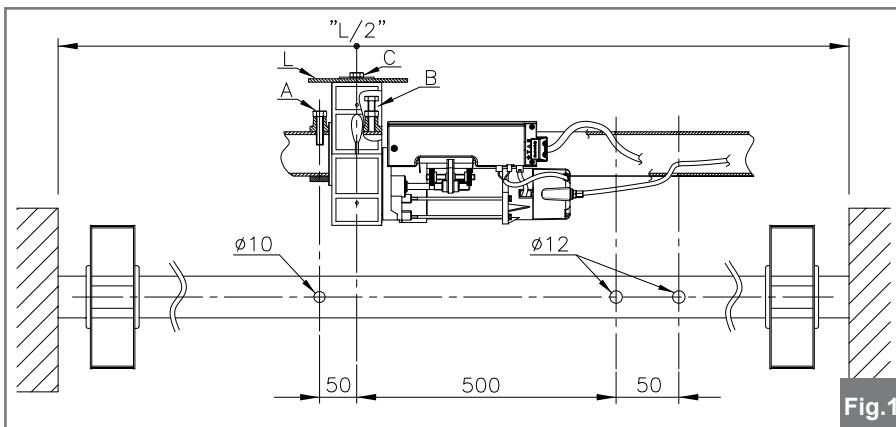
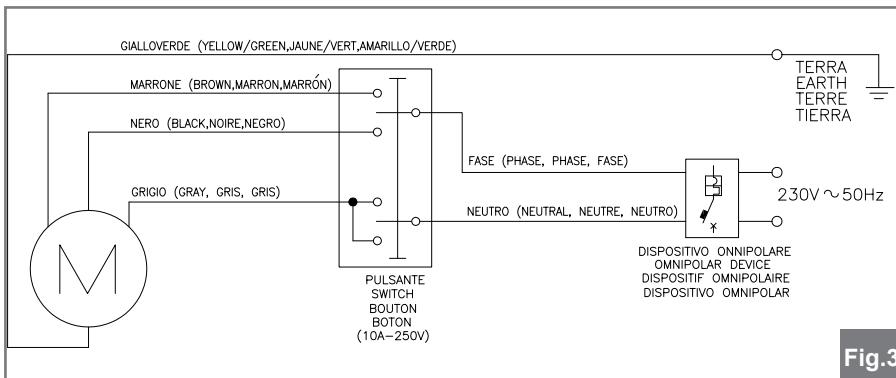
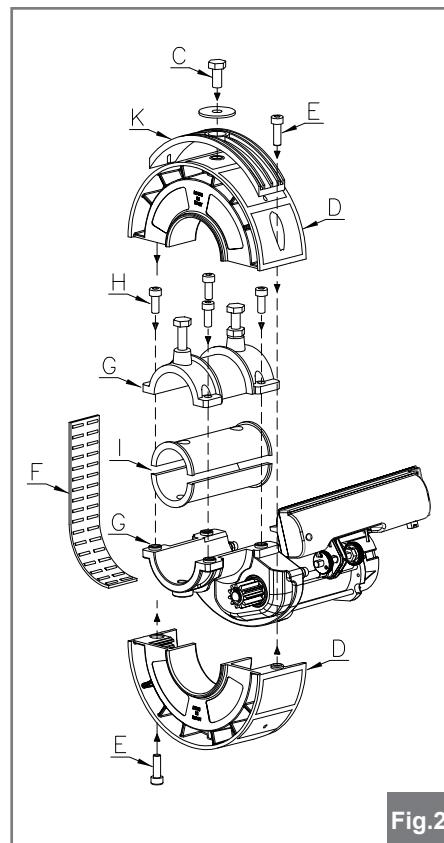

Fig.1
Fig.3
Fig.2
- 5) Enlever délicatement la bande en plastique avec roulements (F), en faisant très attention à éviter les pliages qui causeraient l'écoulement des roulements.
- 6) Séparer les deux éléments du motoréducteur en dévissant les quatre vis M8 (H).
- 7) Dans le cas où l'arbre du rideau est inférieur à 60mm tirer profit des appropriés manchons de réduction Ø33 / Ø42 / Ø48 (I) en leur donnant une position en rapport au trou d'un diamètre de 10mm effectué auparavant (Fig.1).
- 8) Accoupler sur le tube du rideau le corps inférieur avec le corps supérieur par les quatre vis M8 (H) enlevées précédemment.
- 9) Visser la vis M10 (A) privée de l'écrou hexagonal et la faire pénétrer à l'intérieur de la fibre du rideau dans le trou de 10mm (Fig.1).
- 10) Visser la vis M10 avec l'écrou (B) de manière à bloquer le motoréducteur sur l'arbre et serrer le susdit écrou.
- 11) Appliquer dans la plate appropriée la bande in plastic avec roulements (F).
- 12) Appliquer les demi couronnes (D) avec les deux vis M8. En présence de boîtes à ressorts diamètre 220 mm il est nécessaire de monter les adaptateurs (K) (voir figure 2).
- 13) Effectuer un trou de 12mm dans le dernier élément du rideau (L), en correspondance du trou passementé M10 déjà existant dans la couronne du moteur.
- 14) Fixer le dernier élément du rideau sur le moteur avec la vise M10 (C) et la rondelle (Fig.1).
- 15) Faire les connexions électriques comme indiqué en fig.3 en passant le câble 4x0.75 mm² à l'intérieur de l'arbre du rideau tout en évitant tout contact avec les parties tournantes (Fig.1). En présence de moteur avec de l'électro-frein, introduire la gaine du frein à l'intérieur du second trou Ø12 (ne pas plier le câble avec une courbure trop prononcée).
- 20) Dans le cas d'une installation contraire par rapport à la Fig.1, agir de manière inverse à ce qui a été décrit vu que le microinterrupteur 2 arrêtera la descente tandis que le microinterrupteur 1 arrêtera la montée.
- 2) Efectuar sobre el árbol del cierre metálico los tres taladros como mues la fig.1.
- 3) Extraer el tornillo M10 (C) de la corona del motorreductor.
- 4) Desmontar la corona (D) desatornillando los dos tornillos M8 (E) como mues la fig.2.
- 5) Extraer con delicadeza la faja de plástico con rodamiento (F) evitando fuertes pliegues que causerán el derrame de los rodamientos (Fig.2).
- 6) Separar los dos elementos del motorreductor destornillando los cuatro tornillos M8 (H).
- 7) En el caso de que la barra del cierre sea inferior a 60mm utilizar los mandos de reducción existentes Ø33 / Ø42 / Ø48 (I) a tal efecto, posicionandolos con referencia al agujero de diámetro 10mm efectuado precedentemente (Fig.1).
- 8) Ensamblar sobre el árbol del cierre metálico el cuerpo inferior con el superior a traves de los cuatro tornillos M8 (H) que se quitaron precedentemente.
- 9) Atornillar el tornillo M10 (A) sin la tuerca
- 10) Atornillar el tornillo M10 con tuerca (B), de tal modo que se bloquee el motorreductor en la barra y apretar la mencionada tuerca.
- 11) Colocar en el lugar correspondiente la faja de plástico con rodamiento (F)
- 12) Colocar las semicoronas (D) apretandolas con los dos tornillo M8. En el caso de tambor puertamolle diámetro 220 mm es necesario montar el espesor de plástico (K) sobre la corona del motor.
- 13) Effectuar un taladro de 12mm en el ultimoelemento del cierre metálico (L) en correspondencia del taladro fileteado M10 ya existente sobre la corona del motor.
- 14) Llevar el ultimo elemento del cierre metálico sobre el motor y fijarse en él a través del tornillo M10 (C) con randella (Fig. 1).
- 15) Llevar a cabo las conexiones eléctricas como mues la fig.3 pasando el cable 4x0.75 mm² situado en el interior de la barra del cierre evitando cualquier contacto con las partes giratorias. En presencia de motor con electrofreno, introducir la funda del freno dentro del segundo taladro Ø12 (Dejar el cable sin curvas pronunciadas).
- 20) En el caso de una instalacion contraria respecto a la fig.1, actuar en modo contrario a todo lo aqui descrito ya que el microinterruptor 2 parara la bajada mientras el microinterruptor 1 parara la subida.
- 2) Efetue no veio da grade de enrolar os três orifícios mostrados na fig. 1.
- 3) Remova o parafuso M10 (C) da coroa do motorredutor (ver fig. 2).
- 5) Remova cuidadosamente a correia de rolos (F) evitando dobragens que poderiam ocasionar a saída dos rolos, não sobre no sentido contrário (ver fig. 2).